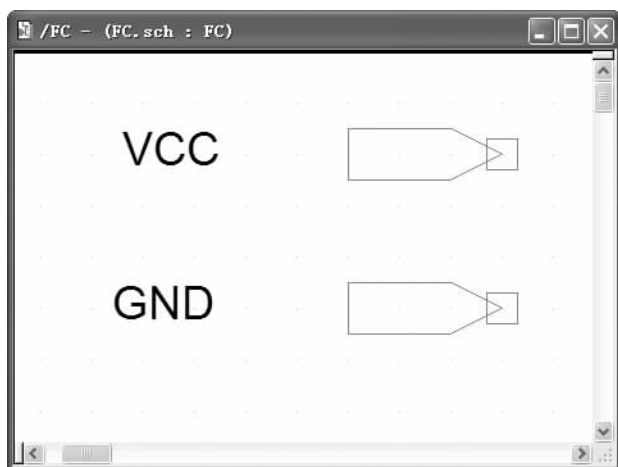

图 6-279 Peripheral 层次块对应的下层电路
2) 用同样的方法创建层次块“FC”对应的子原理图，如图 6-279 所示。